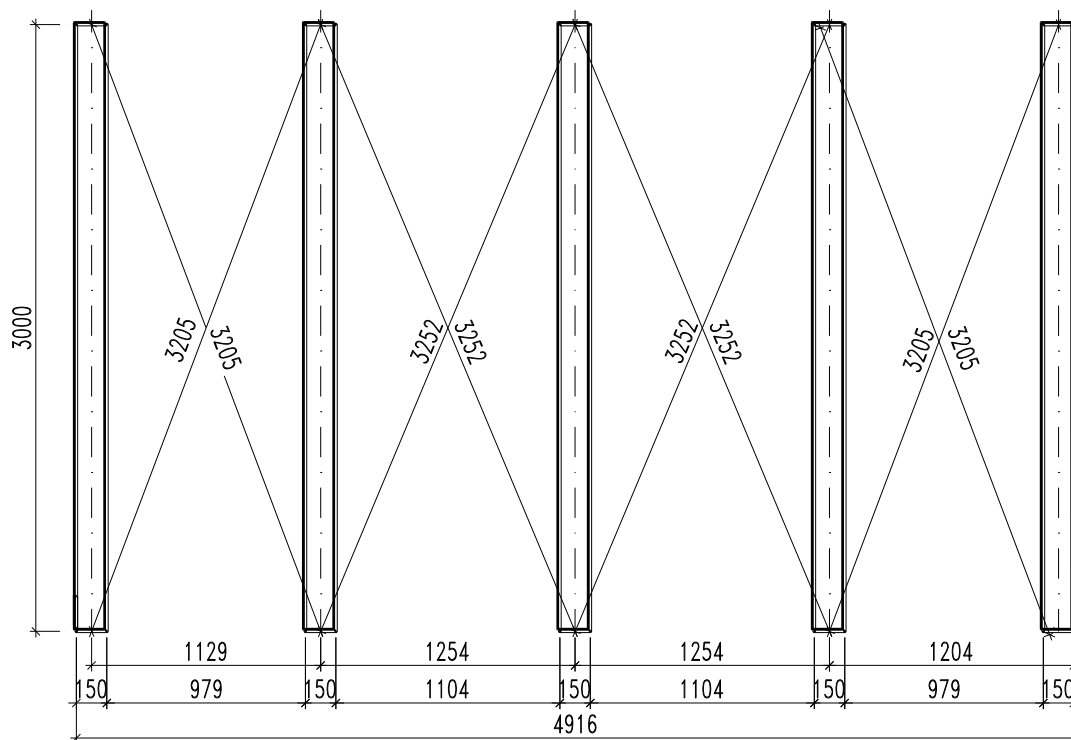

рис.5 – Схема укладки стоек.
- 2) Уложить стойки на рабочую поверхность согласно схеме, соблюдая размеры и диагонали. Если ширина досок отличается от размеров досок указанных в инструкции, то необходимо делать раму согласно осевым размерам, которые представлены на рис. 5. При этом необходимо строго соблюдать внешние размеры (габариты) рамы.